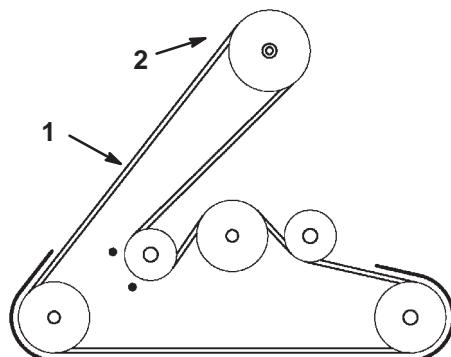

Figure 5
3. Placez la courroie du plateau de coupe autour de la poulie de l'embrayage électrique (Fig. 5).